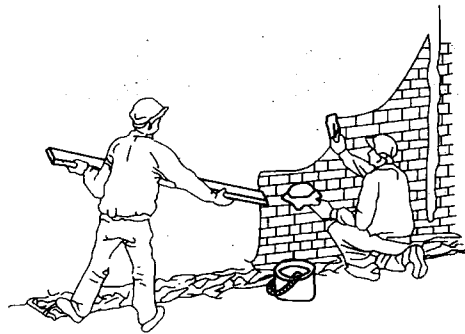

图 1-6 刮杠示意图
(8) 抹面层砂浆。先将底层砂浆上的尘土、污垢等清理干净,将墙面润湿,刮内掺界面剂拌制的 1:3 聚合物水泥砂浆,使其与底灰粘牢,随即抹水泥砂浆,厚度为 5~8 mm,分两次抹平。然后用刮杠刮平(图 1-6),木抹子搓毛,铁抹子压实、压光,并将分格条表面的余灰清理干净。面层达到一定强度时,将分格条起出,待灰层干透后,用素水泥浆把缝勾好。对于难起的分格条,不要硬起,防止棱角损坏,待干透后再起,并补勾缝。